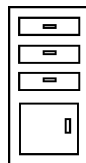

图 5-12 绘制
(3) 单击“默认”选项卡“绘图”面板中的“矩形”按钮 ，在合适的位置绘制一系列的把手矩形，结果如图 5-12 所示。